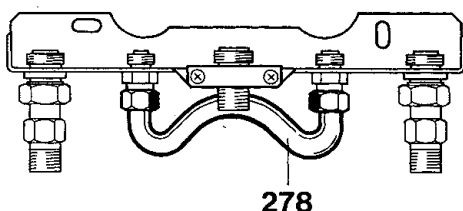

Bild 12
Werden die Geräte ohne Warmwasserspeicher betrieben, muß eine Kurzschlußverbindung (278) zwischen Vor- und Rücklauf eingebaut werden (s. Bild 12).